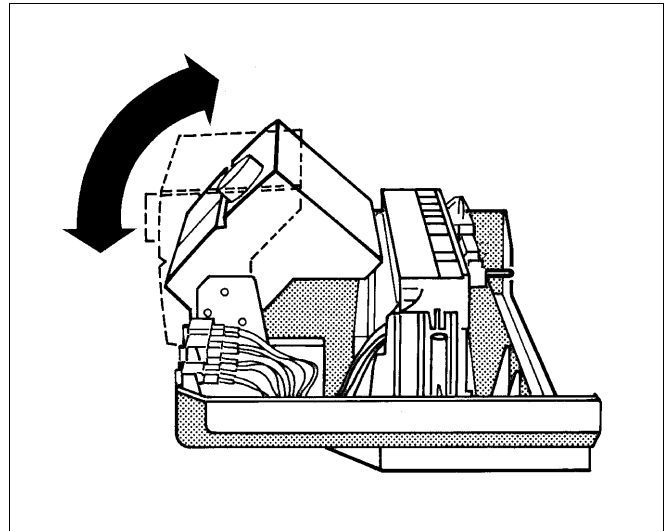

Abb. 19 Anzeigeeinheit schwenken
- Anzeigeeinheit in die gewünschte Stellung schwenken (Abb. 19).